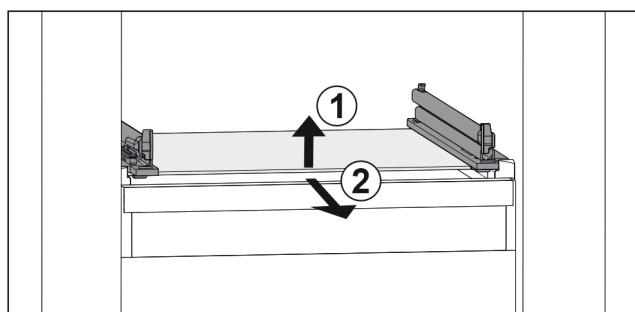

Fig. 109 Приближене відображення скляної пластини
- Підняти скляну пластину спереду. Fig. 109 (1)
- Вийняти скляну пластину рухом вперед. Fig. 109 (2)